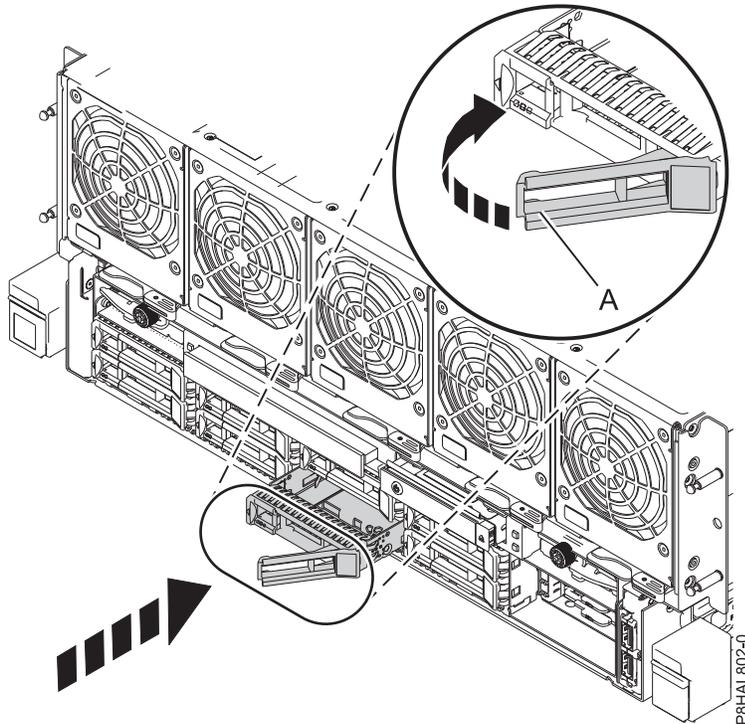

Figure 35. Remise en place d'une unité de disque dans un système 8408-44E ou 8408-E8E
4. Déverrouillez la poignée de la baie d'unité (A) en appuyant dessus et en la tirant vers vous. Si la poignée n'est pas complètement sortie, vous ne pouvez pas insérer l'unité dans le système. Voir figure 35, à la page 47.
8. Lorsque le voyant d'identification de l'emplacement sélectionné clignote, faites glisser complètement l'unité dans le système et poussez complètement la poignée de la baie d'unité (A) jusqu'à ce qu'elle se verrouille. Voir : figure 35, à la page 47